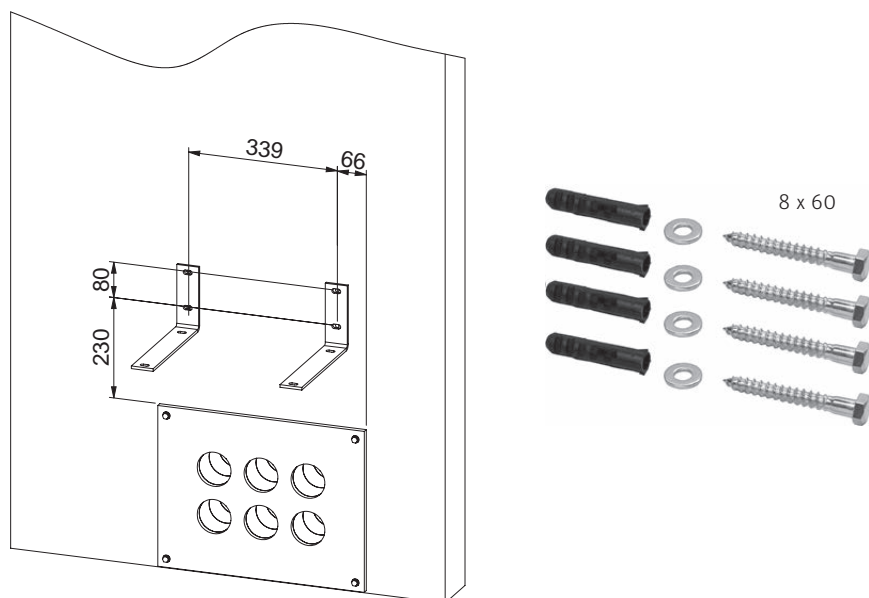

Fig. 32 Pose de l'équerre de montage
- ▶ Marquer et percer des trous de fixation  $\varnothing$  10 mm (cheville F10) pour l'équerre de montage selon Fig. 32. Les équerres de montage doivent être placées sur la cloison coupe-feu, au centre – Fig. 32.
- ▶ Poser l'équerre de montage avec 4 chevilles F10, 4 vis de réglage 8 x 60 et 4 rondelles U 8 – Fig. 32.